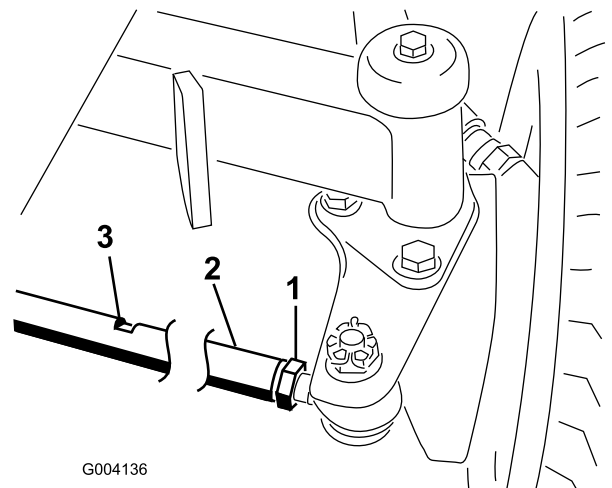

Figura 80
2. Afloje las contratuercas de ambos extremos del tirante (Figura 80).